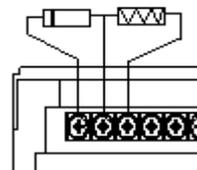

图 6-9
- 在没有使用的 QD+和 QD-、QD-和 HD 之间各安装 1 个 5.1KΩ 的电阻，以防控制器误报盘地址故障，如图 6-9。